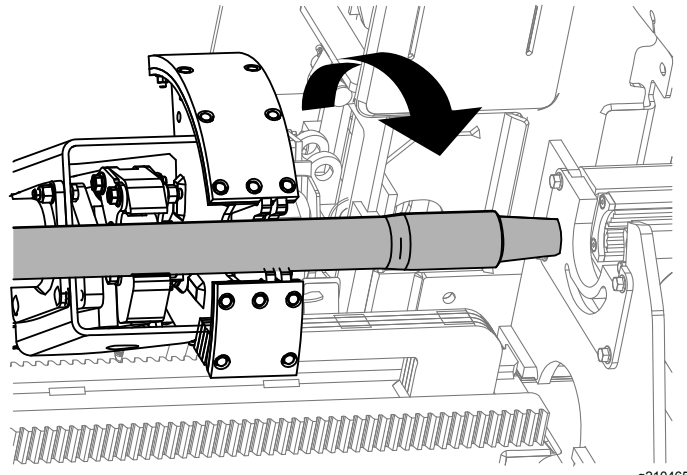
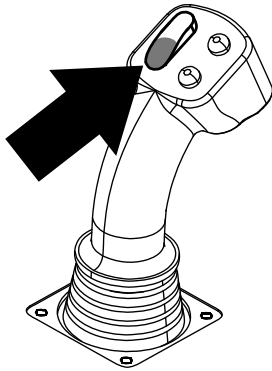

Figura 30
Figura 29
- Mantenga pulsada la sección inferior del interruptor basculante (Figura 29) hasta que el conjunto de leva gire hacia delante del todo hasta el soporte y los elevadores levanten el tubo restante hasta el portatubos (Figura 30).